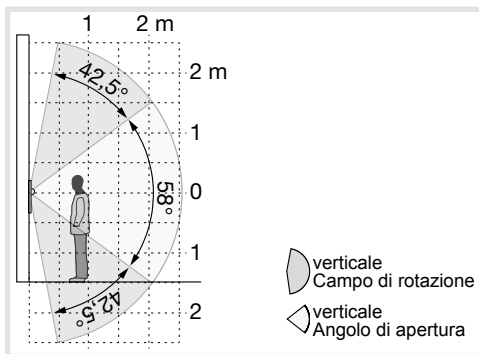

Figura 15: orientamento verticale della telecamera
- Orientare la telecamera (figura 15/16).